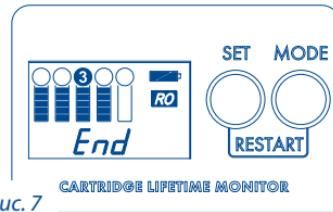

Рис. 7
- c. Нажмайте кнопку MODE до появления надписи End. Подтвердите выход нажатием кнопки SET (Рис. 7).